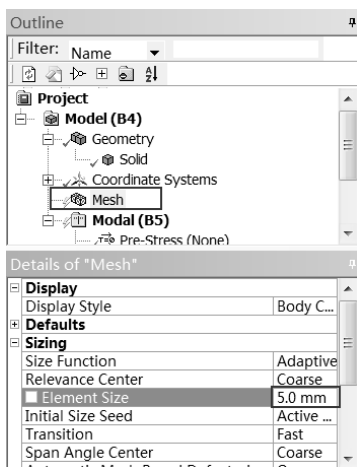

图 9-18 设置网格大小
Step3: 选择 Mechanical 界面左侧 Outline (分析树) 中的 Mesh 选项, 此时可在 Details of “Mesh” (参数列表) 中修改网格参数, 如图 9-18 所示, 在 Sizing 的 Element Size 中输入 5mm, 其余采用默认设置。